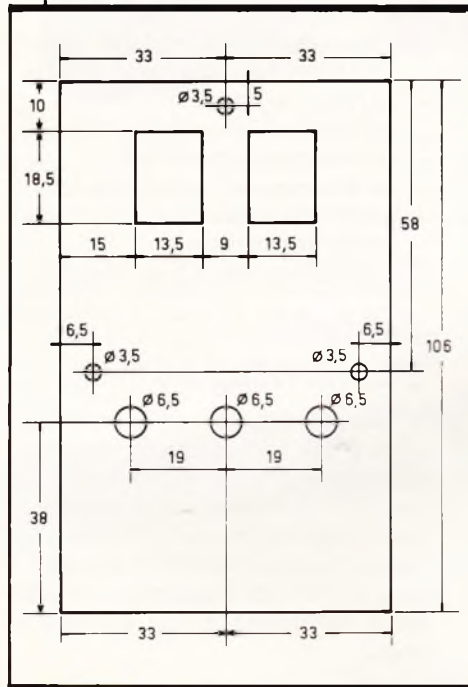

Fig. 8 Plan de découpe de la face avant du coffret Teko.
c) Préparation du boîtier (fig. 8)
Percer les trous de la face avant du boîtier Teko plastique P/2 en suivant les cotes indiquées figure 8.